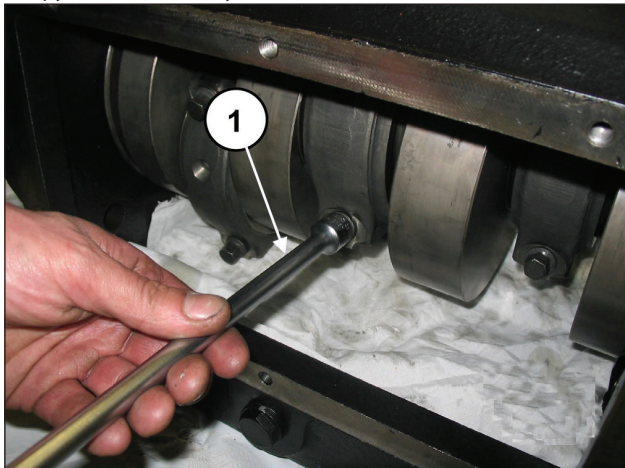

Рис. 24
Открутите винты шатуна (поз. ①, Рис. 24).